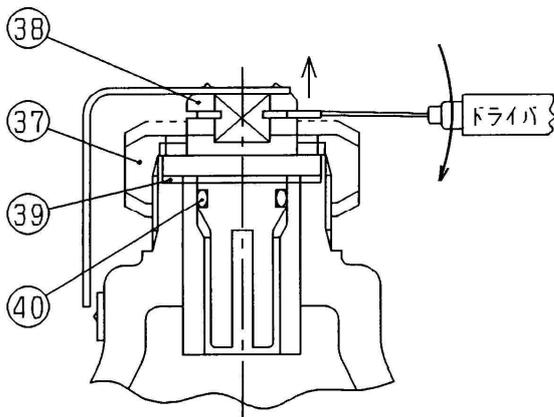

図 6. 調整プラグの外し方
(1) 配管継手(42)の袋ナットを緩めて銅管(43)を外します。次いで六角ボルト(30)を外すとダイヤフラム室ふた(31)（調節プラグ(38)、ロックナット(37)等付きのまま）が外せます。
(2) 調節プラグ(38)はロックナット(37)を緩めながらドライバー等で少しずつ引き上げるようにして外します。（図6参照）